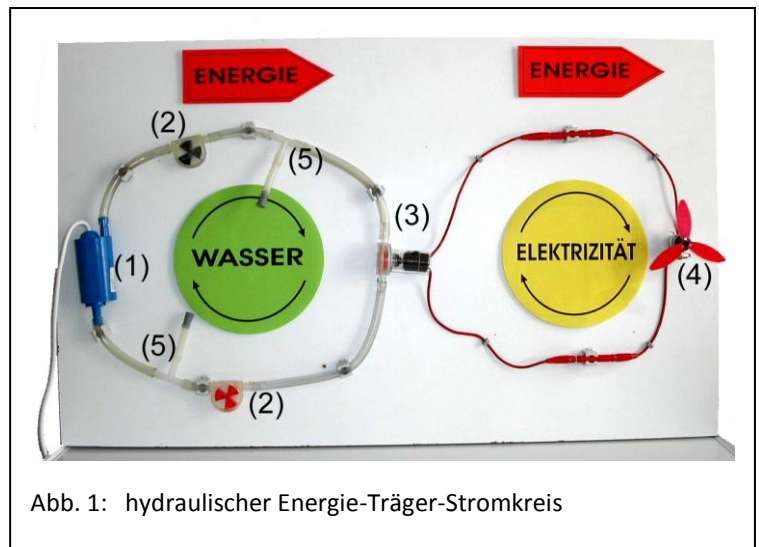

Abb. 1: hydraulischer Energie-Träger-Stromkreis
Beim vorhandenen Energie-Träger-Stromkreis (108.0700) wird der hydraulische Stromkreis (Pumpe, Wassergenerator, Schläuche) (Abb.1) entfernt und durch das Modul „chemischer Energie-Träger-Stromkreis“ (108.0705) ersetzt, das aus Elektrolyseur (1), Brennstoffzelle (2) und Schläuchen besteht. Die Bezeichnungen  $H_2$  und  $O_2$  auf Elektrolyseur und Brennstoffzelle müssen beim Anschließen der Schläuche beachtet werden. Dabei ist darauf zu achten, dass die Schläuche an keiner Stelle geknickt sind! Mithilfe des dritten Schlauchs wird der „chemische Stromkreis“
**Voraussetzungen:** Im Physikunterricht wurde ein allgemeiner Energiebegriff eingeführt: immer wenn sich etwas bewegt, wenn etwas geheizt wird, ... wird Energie benötigt, die Energie kommt immer irgendwo her, geht immer irgendwo hin. Außerdem wurden z.B. mithilfe des hydraulischen Energie-Träger-Stromkreises (Abb. 1) die Begriffe **Energie und Energieträger** differenziert und die zentralen Regeln formuliert:
Das Drehen des Propellers zeigt beim Energie-Träger-Stromkreis (Abb. 1) an, dass Energie übertragen wird, dass Energie vom Netzgerät zur Pumpe (1), zum Wassergenerator (3), zum Elektromotor (4) strömt. Von der Pumpe strömt die Energie mit dem Wasser bzw. mit dem Wasserstrom bis zum Wassergenerator, vom Wassergenerator dann mit der Elektrizität bzw. dem elektrischen Strom zum Lüfter. Für das Wasser bzw. die Elektrizität werden jeweils zwei Verbindungen (Schläuche bzw. Kabel) benötigt; Wasser und Elektrizität strömen im *Kreis*. Wasser und Elektrizität nehmen also einen *anderen Weg* als die Energie. Wasser und Elektrizität haben die Aufgabe eines „Energieträgers“: das Wasser wird in der Pumpe mit Energie beladen, es trägt die Energie zur „Turbine“ des Wassergenerators. Dort wird die Energie vom Wasser auf Elektrizität umgeladen. Das Wasser strömt zur Pumpe zurück, um dort von neuem mit Energie beladen zu werden. Entsprechend strömt die Energie vom Wassergenerator mit der Elektrizität zum Elektromotor des Lüfters... Weitere Ausführungen sind in [1] und in der Betriebsanleitung zum hydraulischen Energie-Träger-Stromkreis zu finden.